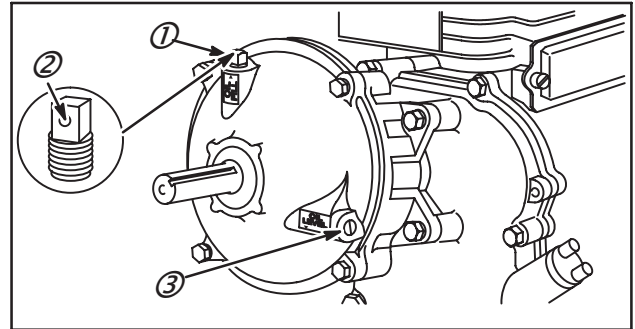

Fig. 1
1. Déposer le bouchon de niveau (3) et le bouchon de remplissage d'huile (1), Fig. 1.
6. Revisser les deux bouchons, s'assurer que le bouchon de remplissage d'huile avec le trou de mise à l'air (2) est installé dans l'orifice supérieur, Fig. 1.